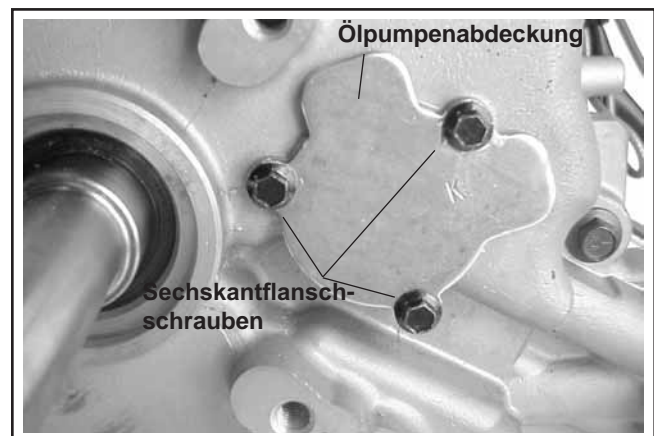

Abbildung 11-22. Einbau der Ölpumpenabdeckung.
3. Bauen Sie die Ölpumpenabdeckung ein (bearbeitete Seite in Richtung O-Ring). Sichern Sie die Abdeckung mit drei Sechskantschrauben. Siehe Abbildung 11-22.